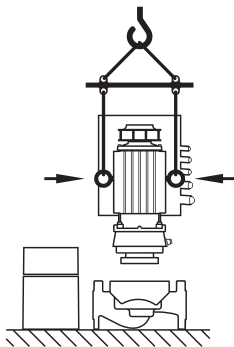

Fig. 25: Транспортировка съемного блока
- Транспортные проушины, перенесенные с фланца электродвигателя на корпус электродвигателя, разрешается использовать только для перемещения/транспортировки съемного блока (Fig. 25), но не всего насоса. Использование проушин для отделения съемного блока от корпуса насоса запрещено (обратить внимание на предшествующий демонтаж и последующий монтаж дистанционных выключателей).